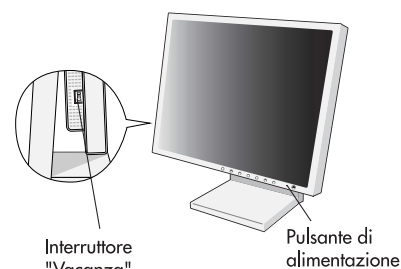

Figura B.1
5. L'interruttore "Vacanza" sul lato sinistro del monitor deve essere in condizione ON (Figura B.1).